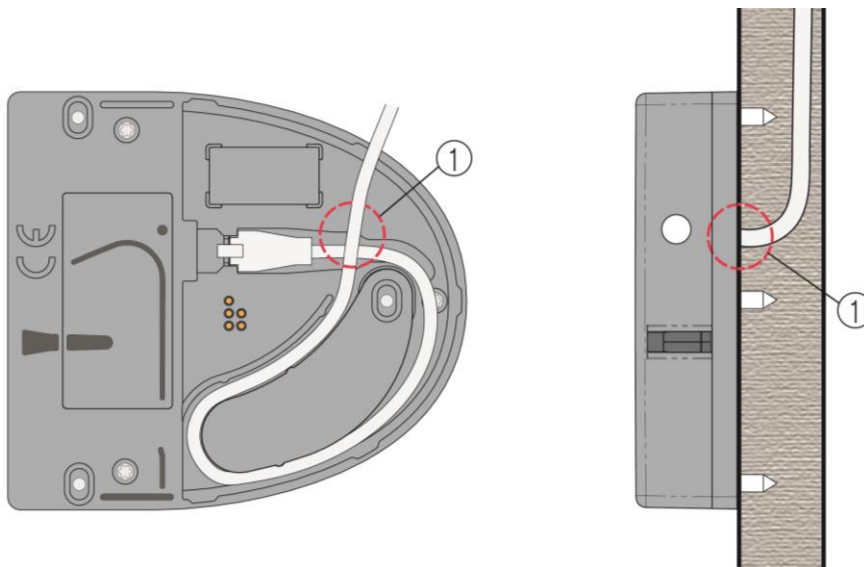

Bild 4.2 – Empfohlene Kabelverlegung am GAT NET.Lock 7020
Bei dieser Möglichkeit wird ein Kabelkanal in der Schrankwand benutzt, um das Kabel zu verlegen. Ein Loch wird in der Schrankwand gebohrt, durch das das Kabel geführt und auf dem das GAT NET.Lock 7020 montiert wird. Dadurch wird eine verdeckte, saubere Kabelführung ermöglicht. Für diese Möglichkeit empfiehlt GANTNER die Verlegung des Kabels wie im folgenden Bild gezeigt. Der mit (1) gekennzeichnete Kreis in Bild 4.2 zeigt die Lage des Kabelauslasses in der Schrankwand an. Indem das Kabel wie gezeigt in der Unterseite des GAT NET.Lock 7020 verlegt wird, wird genug Kabelreserve berücksichtigt, um zukünftige Service- und Wartungsarbeiten zu erleichtern.